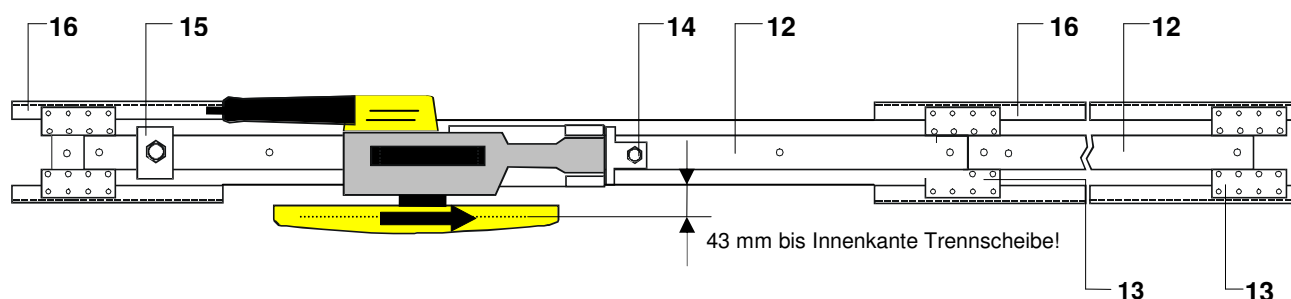

Abbildung 1: Gesamtansicht schematisch
Der Trennschleifer wird über den **Werkzeugschlitten (7)** auf wartungsfreien **Rollenlagern (11)** auf der **Führungsschiene (12)** verschoben. Die Führungsschiene kann aus **3 Segmenten (a 1,5 m)** auf eine **Gesamtlänge von 4,5 m** montiert werden. Der Zusammenbau erfolgt über die zum Lieferumfang gehörenden **Montageplatten (13)** siehe Abbildung 1.
Dazu werden zunächst die **Führungsschienen (12)** mit Hilfe von **Montagewinkeln (16)** (siehe Abbildung 1) an der Membranwand befestigt, der Trennvorgang erfolgt im Anschluss durch das Absenken und das manuelle Verschieben des aufgesetzten **Trennschleifers (1)** in die **Bearbeitungsrichtung (8)**.
Schweißen Sie eine Seite der **Montagewinkel (1)** (Achtung! Montagewinkel sind nicht im Lieferumfang enthalten) an die Membranwand. Der Abstand zwischen Unterschiene und Innenseite der Trennscheibe beträgt **43 mm** (siehe auch Abbildung1, Seite 14). Die Winkelstücke müssen genau **fluchten**, bei waagerechter Montage ist darauf zu achten, dass **zunächst die unteren Winkel** befestigt werden.